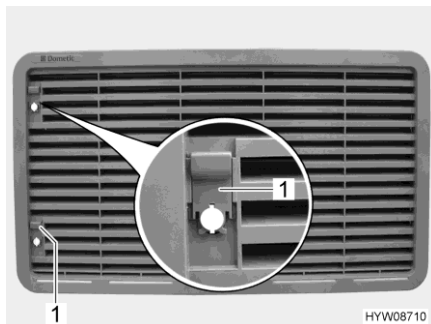

Bild 147 Kylskåpets ventilationsgaller
- Skjut upp spjället (Bild 147,1).